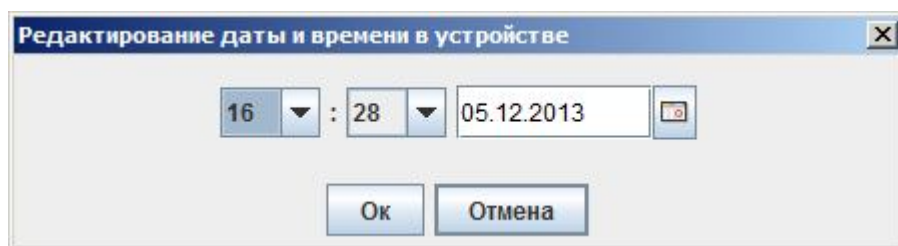

Рисунок 16 - Окно «Редактирование даты и времени»
4.7.1.15 Параметр «Дата/Время в устройстве» отображает дату и время внутренних часов СИ на момент считывания. Возможно обновление информации показаний часов СИ по кнопке «Считать параметры» (F3). Корректировка показаний внутренних часов СИ производится в окне «Редактирование даты и времени» (Рисунок 16).